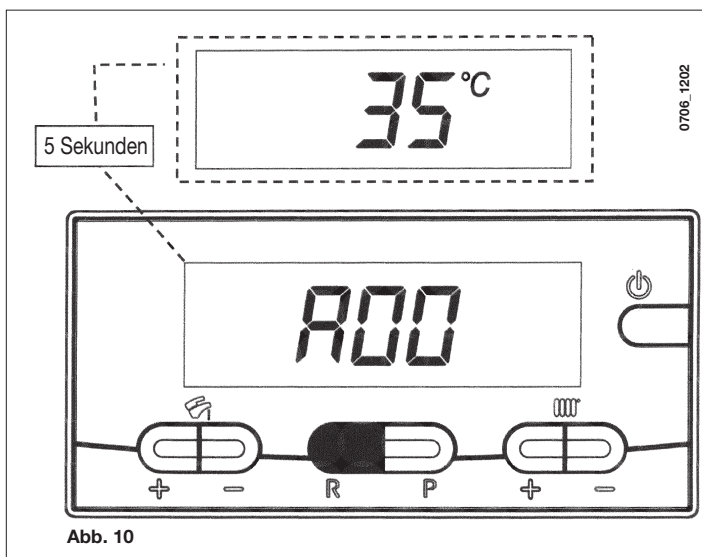

Abb. 10
- Die Taste **R** etwa 6 Sekunden lang drücken, um die Funktion zu aktivieren. Nun erscheint auf der Anzeige der Schriftzug „A00“ (...“A08“), und abwechselnd der entsprechende Wert (Abb. 10);